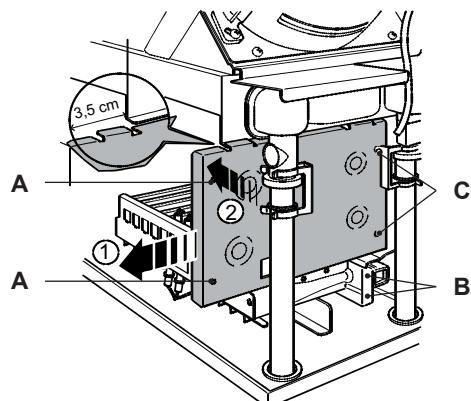

рисунок 8.1
- Открутите винты А (рисунок 8.1) и уберите боковую панель камеры сгорания влево.
- Открутите винты В (рисунок 8.1) и вытащите отражатель
- Открутите винты С (рисунок 8.1) и снимите переднюю панель камеры сгорания, вынимая ее вбок приблизительно на 3,5 см. Поверните ее вовнутрь камеры сгорания, а затем вытащите ее лицевой частью вперед (рисунок 8.1)